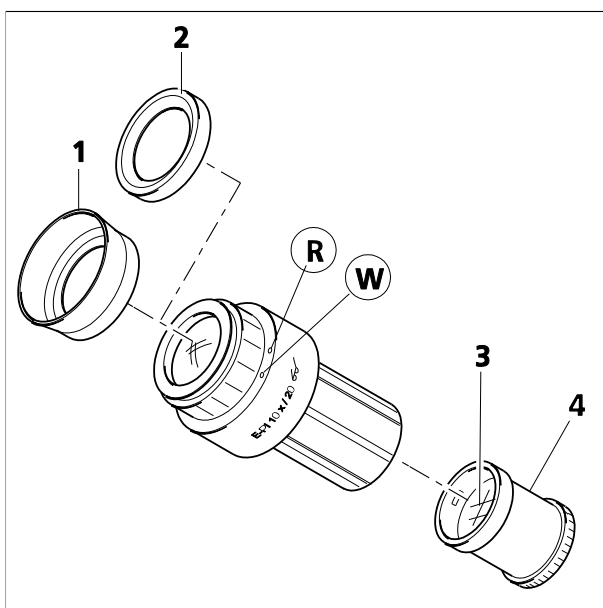

Figure 3-5 Insertion d'un réticule d'oculaire
Le léger décalage de l'image dû à la trajectoire supplémentaire à travers le verre est pris en compte sur l'échelle dioptrique du fait que la position du point zéro n'est pas indiquée par le point blanc (Figure 3-5/W) mais par le point rouge (Figure 3-5/R).
Pour permettre un remplacement facile, le fabricant a collé les réticules de l'oculaire (Figure 3-5/3) dans des pièces d'arrêt vissées (Figure 3-5/4). Les pièces d'arrêt complètes avec réticules collés sont disponibles directement auprès de Zeiss.
- Dévisser la pièce d'arrêt existante (Figure 3-5/4) avec le réticule (Figure 3-5/3) de l'oculaire. Visser la pièce d'arrêt avec le réticule d'oculaire.
- Pour ce faire, retirer les anneaux de protection du verre (Figure 3-5/2) des oculaires et placer les œillets (Figure 3-5/1).